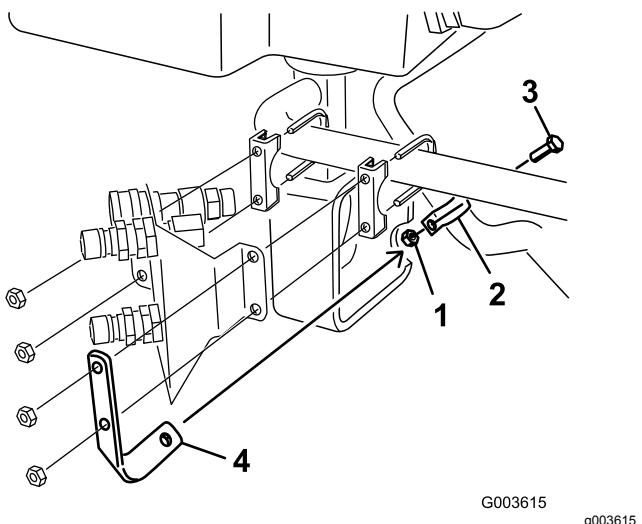

Figura 28
6. Instale una abrazadera en R sobre la manguera hidráulica grande, según se muestra en Figura 28.
7. Instale la abrazadera en R en el soporte de retención con un perno (5/16" x 7/8") y una tuerca (5/16"); consulte Figura 28.